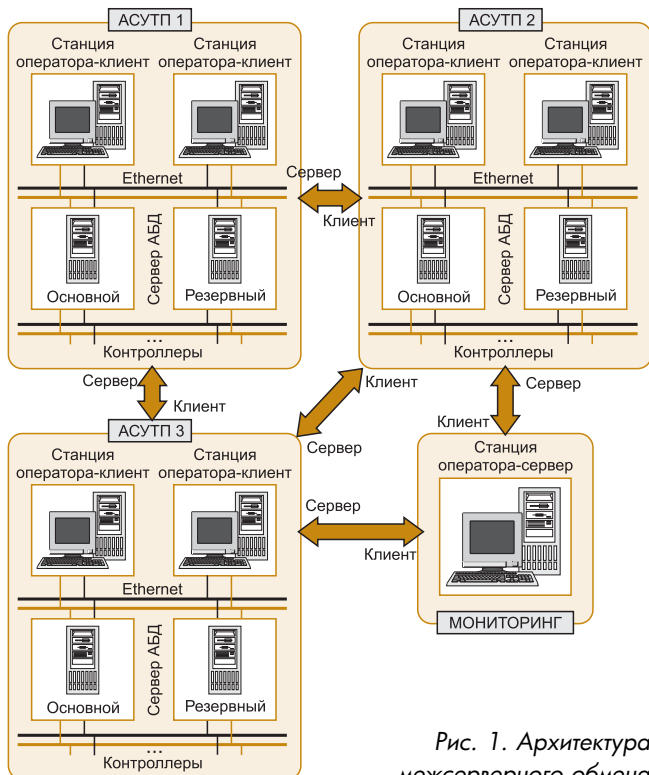

Рис. 1. Архитектура межсерверного обмена
*Межсерверный обмен* – основа для прямого обмена информацией между серверами различных АСУТП. Новые средства "клиент-серверного" взаимодействия версии 3.0 позволяют создавать на базе SCADA "КРУГ-2000" архитектуры систем контроля и управления произвольной сложности. Теперь не только программные компоненты, но и АСУТП можно рассматривать как серверные или клиентские компоненты в организационной структуре производства (рис. 1).